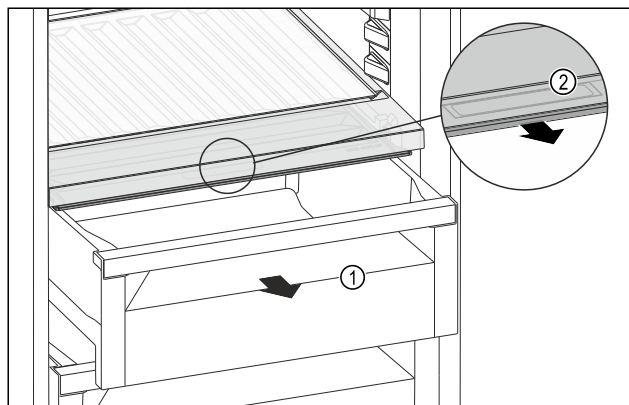

Fig. 125
- Изтеглете чекмеджето Fig. 125 (1).
- Хванете вдлъбнатия захват Fig. 125 (2) на капак на отделението и едновременно с това издърпайте напред капак на отделението.